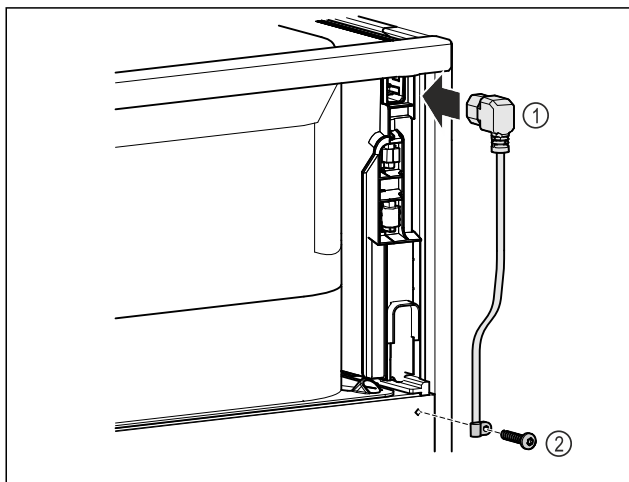

Fig. 9
- ▶ Inserire la presa del frigorifero del cavo di alimentazione Fig. 9 (1) sul retro dell'apparecchiatura.
- ▶ Montare il serracavo. Fig. 9 (2)